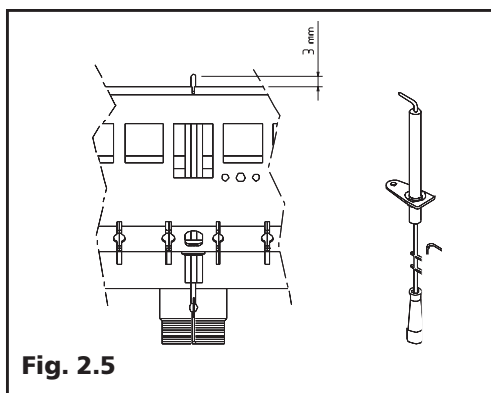

Fig. 2.5
2.4 Elettrodo di accensione e rilevazione (Fig. 2.5)